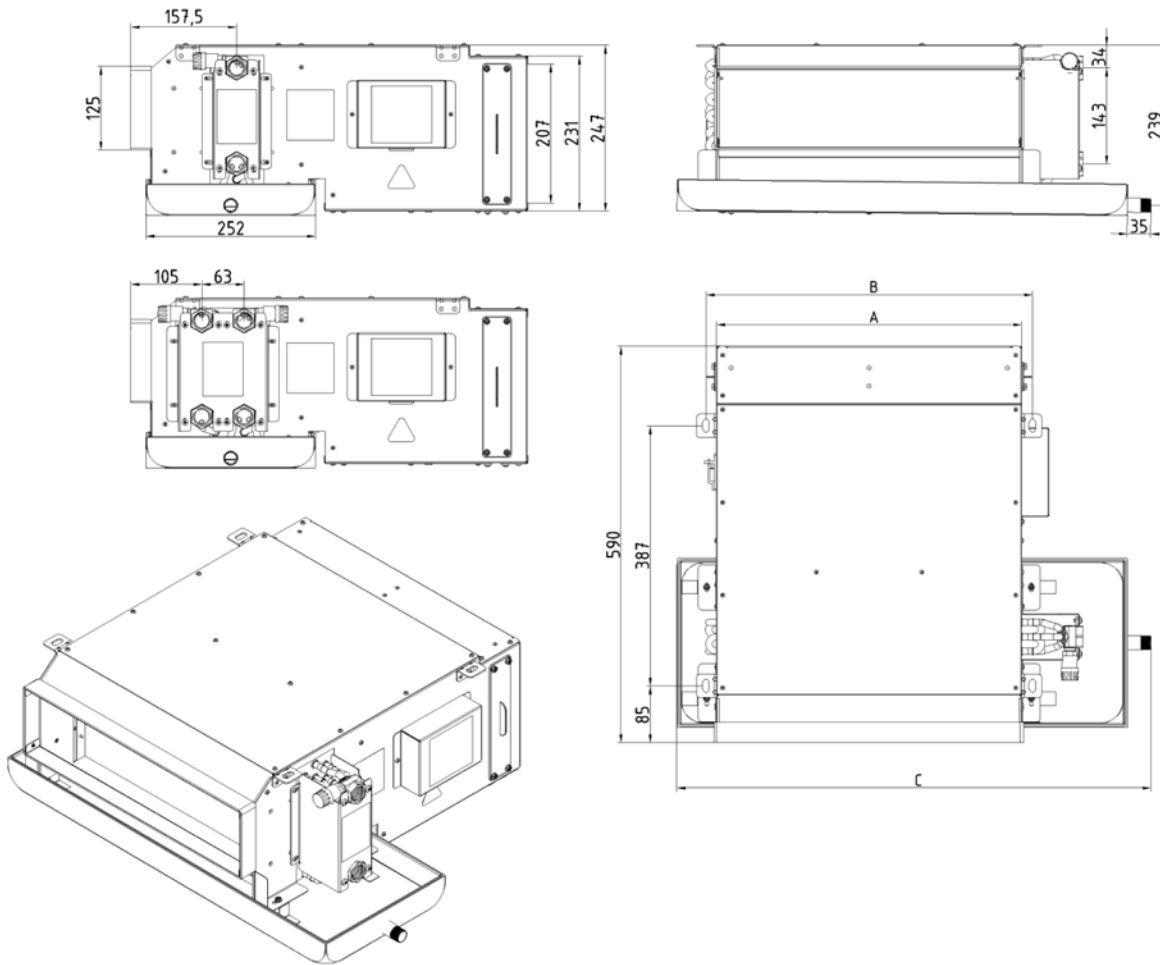
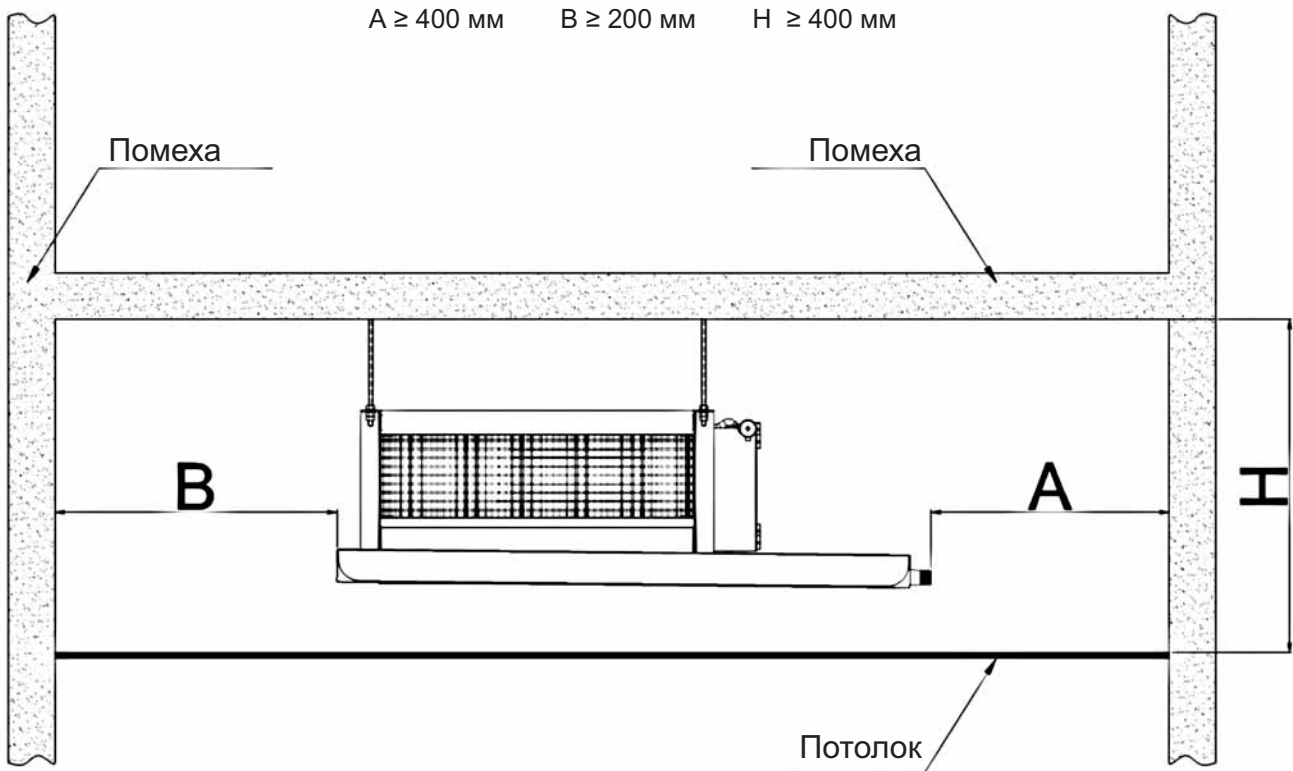

Рис. 1
Рис. 2
- Имеется достаточное пространство для монтажа и техобслуживания. См. размеры блока (рис. 1) и схему корректировок (Рис. 2: Свободное место вокруг блока соответствует требованиям к минимально необходимому пространству).
- На верхней стороне блока предусмотрены отверстия для крепления. См. рис. 1, 3, 4.